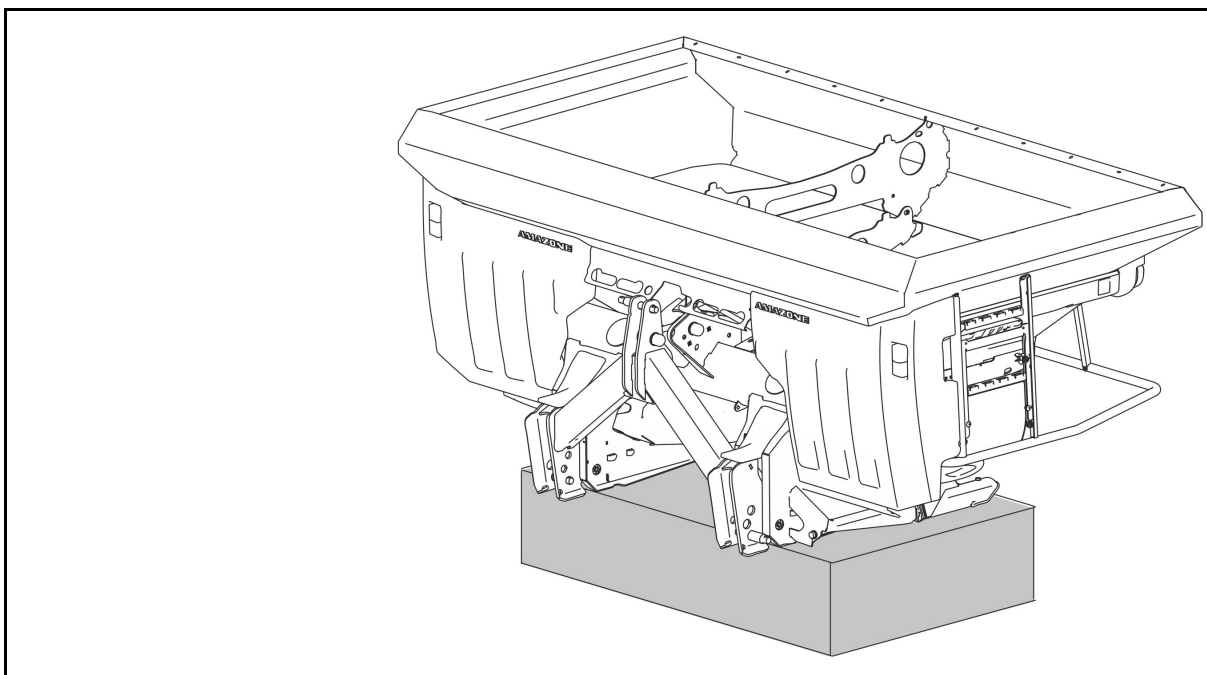

Fig. 44
2. Løsne låseanordningen (Fig. 44/1).
3. Finn den nødvendige spjeldstillingen på skalaen (Fig. 44/2).
4. Still avlesekannten (Fig. 44/3) på stillespaken (Fig. 44/4) på skalaverdien.